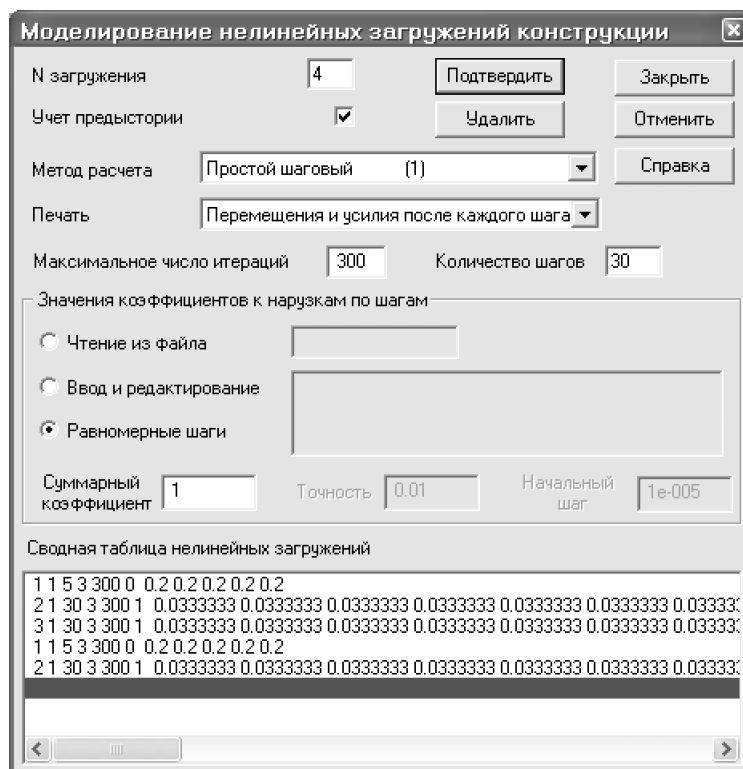

Рис.7.23. Диалоговое окно **Моделирование нелинейных нагрузок конструкции**
- Чтобы получить вторую последовательность 1; 2 и 4 загрузки (полезная нагрузка во втором пролете), в диалоговом окне **Моделирование нелинейных нагружений конструкции** (рис.7.23) для формирования первого нагружения задайте следующие параметры:
- в раскрывающемся списке выберите метод расчета – **Простой шаговый (1)**;